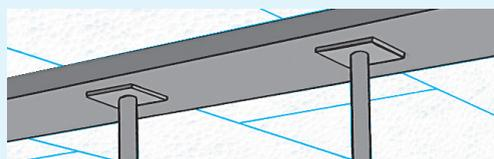

Fig. 4b
- soit à l'aide d'ancres plastiques (Fig. 4b)